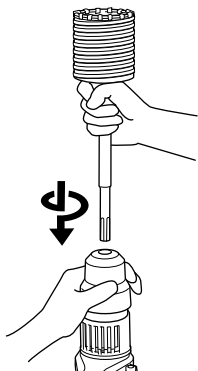

Fig. 21
- (2) Monter la queue de couronne sur le marteau rotatif à percussion. (Fig. 21)